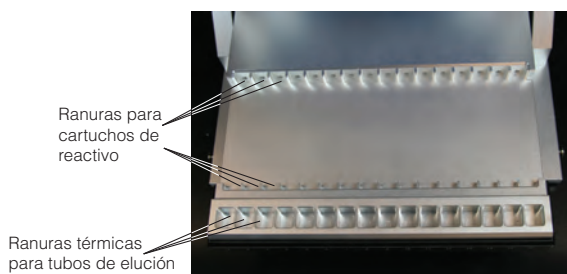

Figura 3. Componentes de Maxwell® 16. Sistema de varillas magnéticas y barra del émbolo estándar (SEV) y plataforma Maxwell® 16.
- Si necesita limpiar las barras correderas longitudinales (consulte la Figura 3, Sección II) de la plataforma, utilice sólo una toalla de papel seca. Si entraran en contacto con algún líquido, séquelo y siga las instrucciones de lubricación de la Sección V.C., o bien póngase en contacto con Servicios técnicos de Promega para obtener ayuda.